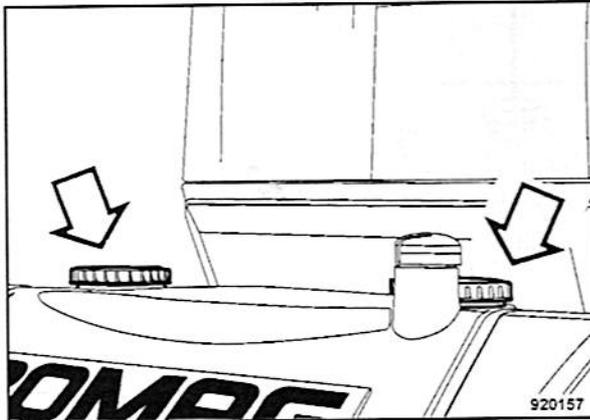

Fig. 192
- Desenroscar ambas tapas (Fig. 192) del depósito de agua.